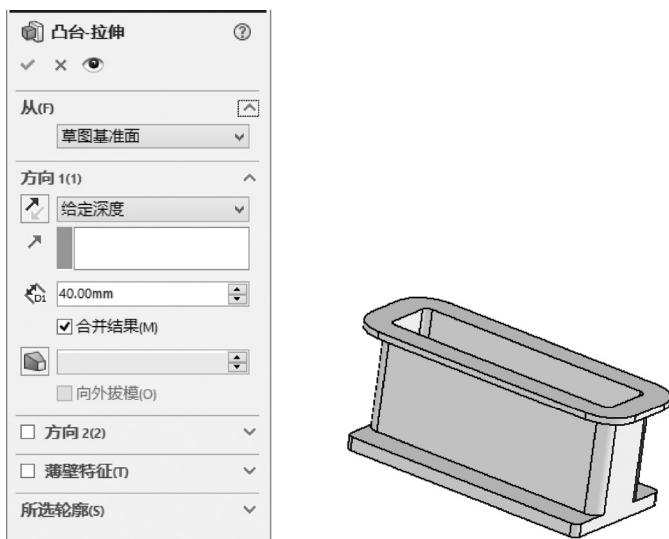

图 9-47 下箱体底座基体
**03** 创建拉伸实体。选择菜单栏中的“插入”→“凸台/基体”→“拉伸”命令，或单击“特征”控制面板中的“拉伸凸台/基体”按钮, 系统弹出“凸台-拉伸”属性管理器；在“深度”文本框中输入 40.00mm，然后单击“确定”按钮, 完成下箱体装配凸缘的创建。如图 9-47 所示。